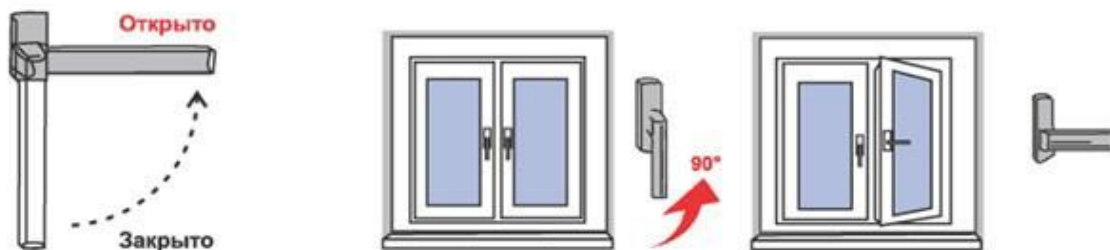

Рис.1
1. Чтобы открыть (распахнуть) створку окна, ручку поворачивают на 90 градусов в горизонтальное положение (положение «Открыто» на Рис. 1). При повороте ручки закрытую створку слегка прижимают к раме другой рукой (чуть выше ручки). Затем, потянув за ручку, створку распахивают (**сплошной режим - поворотное открывание**).